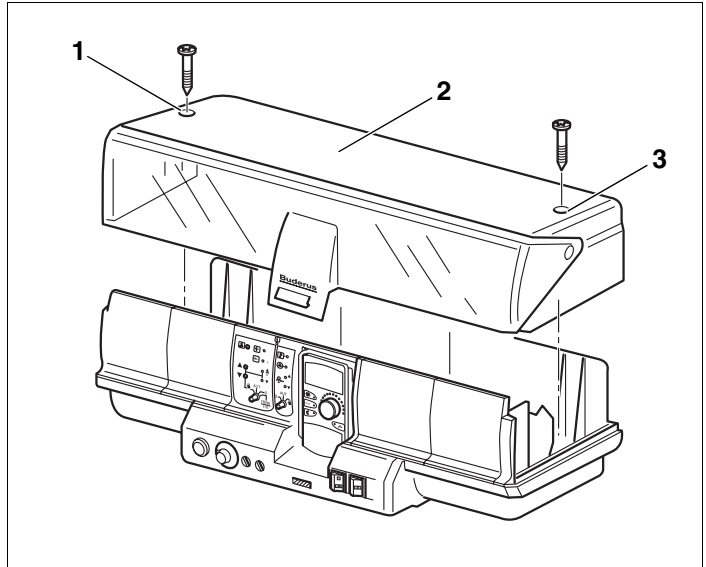

Abb. 19 Abdeckungen entfernen
- Die beiden Schrauben (Abb. 19, **Pos. 1 und 3**) an der Oberseite des Gerätes lösen.
- Klemmabdeckhaube (Abb. 19, **Pos. 2**) abheben.